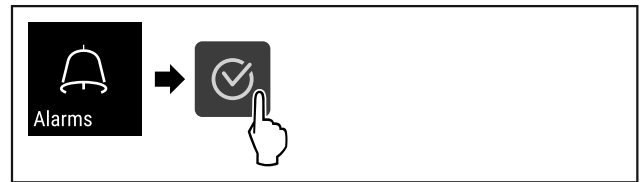

Fig. 125
- ▶ Følg anvisningene (se Fig. 125).